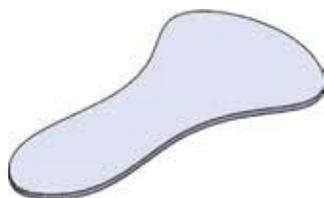
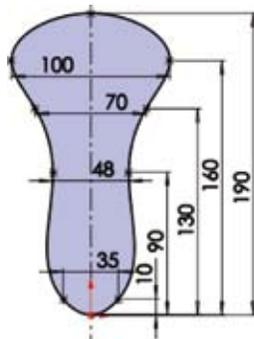

图 5.228 基体法兰
图 5.229 圆角对象
步骤 2 创建如图 5.228 所示的基体法兰特征。选择  功能选项卡中的基体法兰 / 薄片  命令，在系统提示“选择一基准面来绘制特征横截面”下，选取“上视基准面”作为草图平面，进入草图环境，绘制如图 5.229 所示的草图，绘制完成后单击图形区右上角的  按钮，退出草图环境。在“基体法兰”对话框的  钣金参数(S) 的  文本框输入钣金的厚度 3，在  折弯系数(A) 区域的下拉列表中选择  因子 选项，然后将 **K** 因子值设置为 0.5，在  自动切角放槽(T) 区域的下拉列表中选择  矩形 选项，选中 使用经验放角比例(A) 复选框，在  比例(T) 文本框输入比例系数 0.5。单击“基体法兰”对话框中的  按钮，完成基体法兰特征的创建。